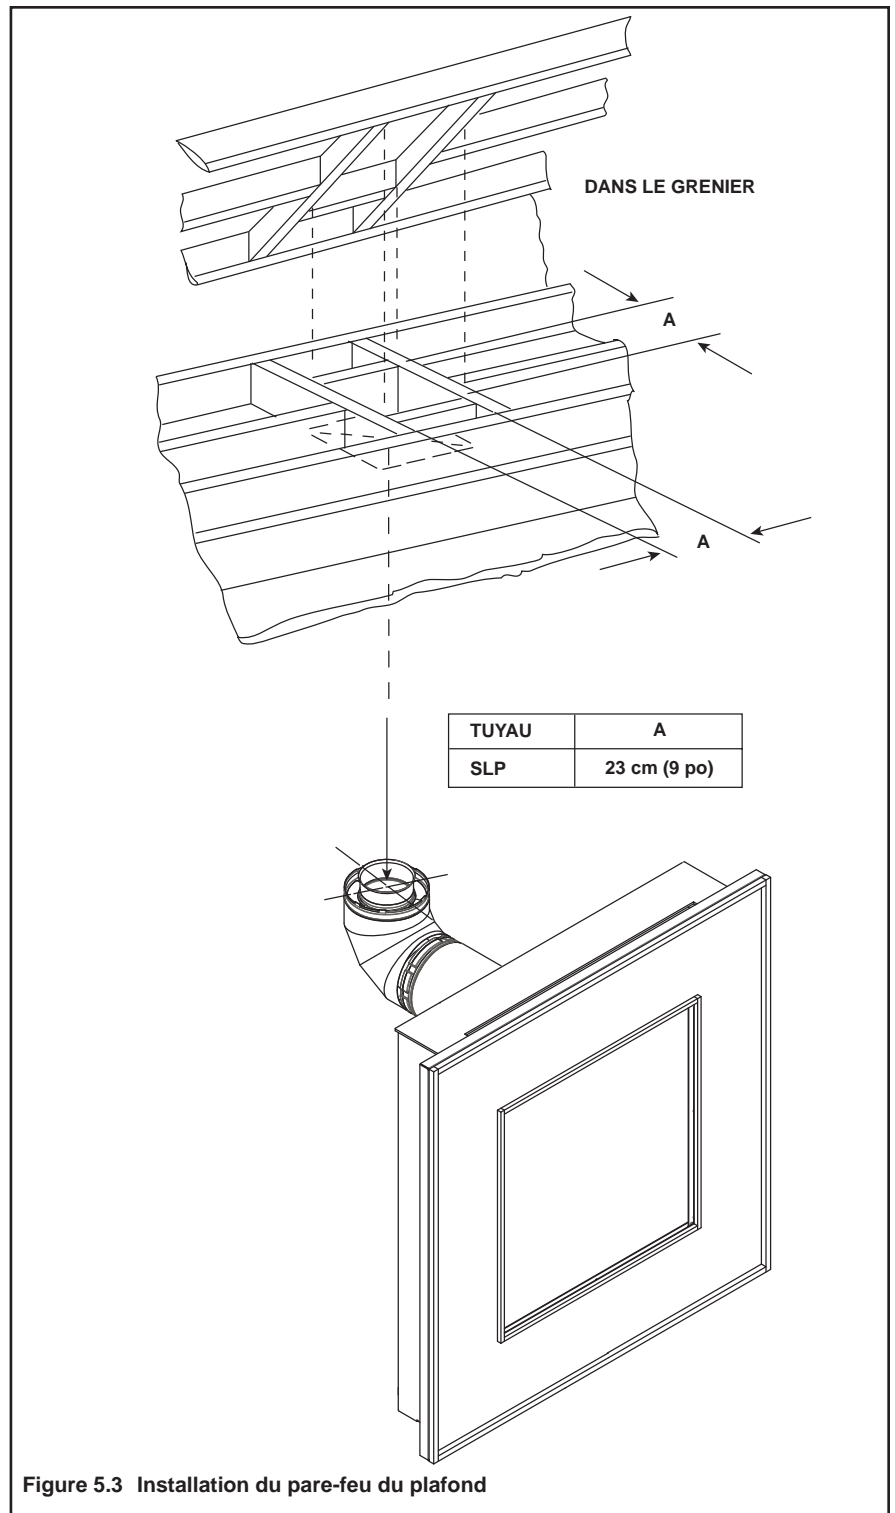

Figure 5.3 Installation du pare-feu du plafond
- Ouverture dans la charpente de 229 x 229 mm (9 x 9 po), que le conduit d'évacuation entre dans un plancher ou un plafond. Voir la figure 5.3.